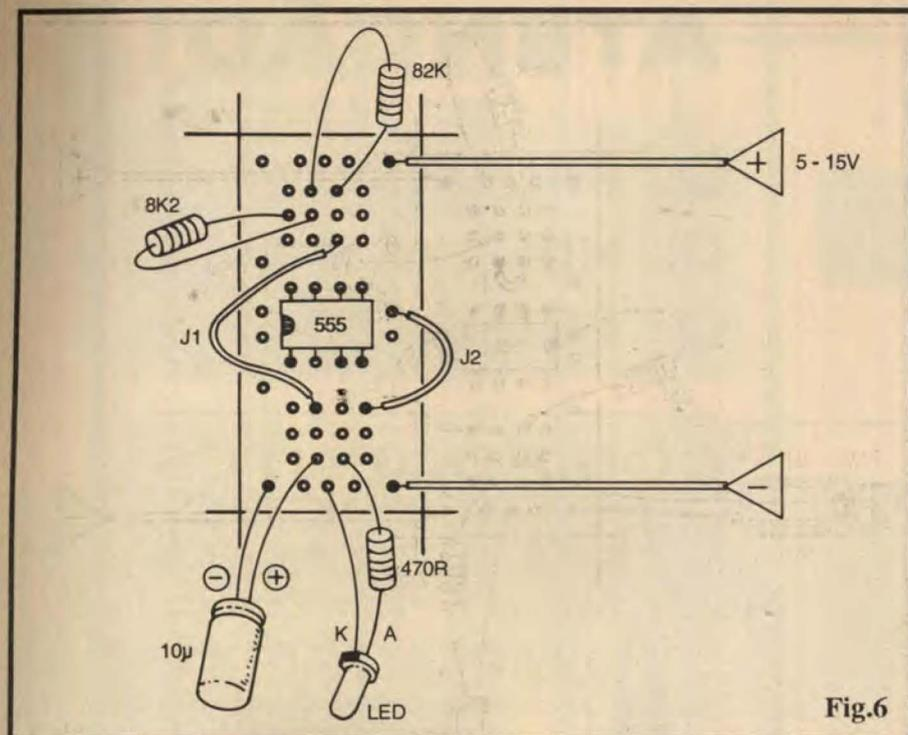

Fig.6
- FIG. 6 - O "CHAPEADO" DO ASTÁVEL SOBRE A PLACA PADRÃO... - A plaquinha padronizada, pelo seu lado não cobreado, com as peças devidamente posicionadas... De novo lembramos que a disposição aparentemente "largada", deitada, dos componentes, e aqueles terminais deixados longos, apenas se deve a um "truque" visual destinado a facilitar ao máximo o entendimento do principiante... Na verdade, na montagem *real*, os componentes devem ficar bem rentes à placa, com terminais tão curtos quanto possível... Atenção à orientação do Integrado, polaridade do capacitor eletrolítico (e também da alimentação...), e não esquecer dos dois *jumpers* (pedaços de fio fino isolado, entre pontos específicos da placa...) codificados como J1 e J2... Referenciar **cuidadosamente** cada furo realmente utilizado, usando como gabarito visual a FIG. 2, quando surgirem dúvidas... Conferir tudo ao final, e então cortar, pelo lado cobreado, as eventuais "sobras" das "pernas" de componentes e pontas de fio... Tudo em ordem, é só aplicar a alimentação (pilhas, bateria ou fonte...) e observar o ritmo (muito próximo de *um pulso luminoso por segundo*...) sinalizado pelo LED em lampejos nítidos e constantes...